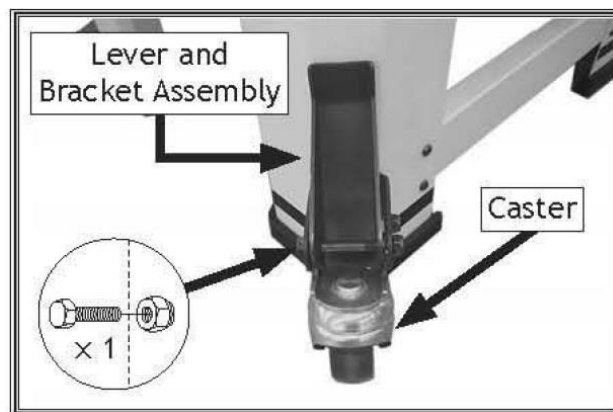

Рисунок 13. Ролик, установленный на передней правой ноге
2. Установите ролик на каждый рычаг и кронштейн в сборе (см. Рисунок 13) с помощью (1) шестигранного болта M8-1.25 x 65 и (1) стопорной гайки M8-1.25